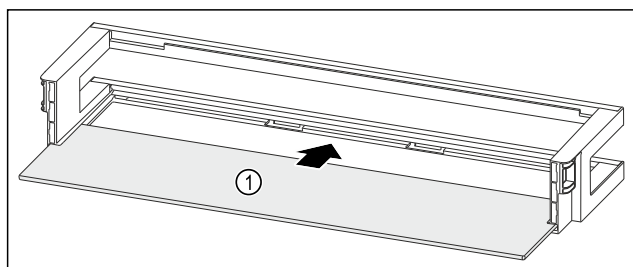

Fig. 139 Dveřní přihrádka s odkládací plochou
- ▶ Odkládací plochu Fig. 139 (1) zasuňte do bočních vybrání.